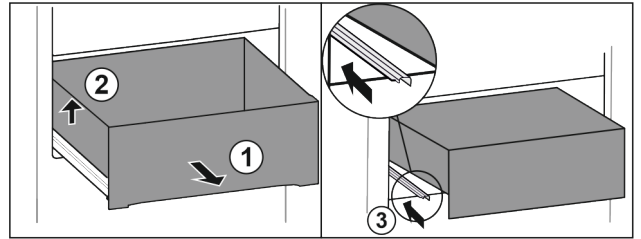

Fig. 15
- ▶ Витягнути висувний ящик до упору. Fig. 15 (1)
- ▶ Підняти висувний ящик ліворуч. Fig. 15 (2)
- ▶ Вставити ліву рейку. Fig. 15 (3)